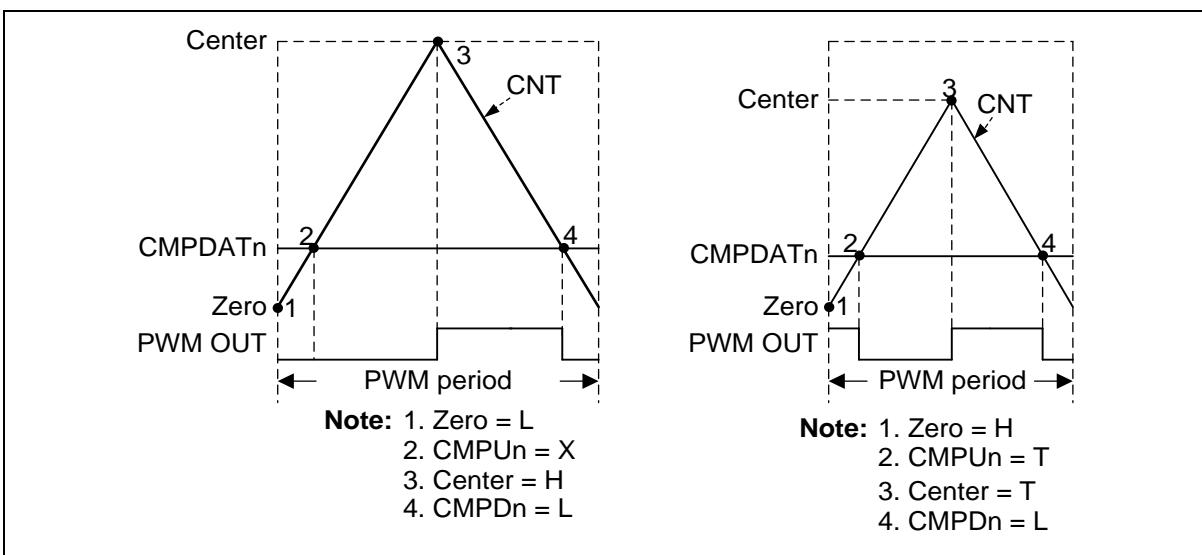

图 6.12-14 BPWM 脉冲发生 (左: 不对称脉冲, 右: 多样脉冲)
通过 BPWM\_WGCTL0 和 BPWM\_WGCTL1 寄存器可以设定每个位置点 BPWM 波形：无动作 (X)、拉低 (L)、拉高 (H) 或者触发 (T)。如图 6.12-14，通过这些位置点可以轻易的产生不对称的 BPWM 脉冲及多样的波形。图中，比较器 n 用于产生 BPWM 脉冲，n 指通道 0 ~ 5；CMPU 指向上计数时 CNT 计数到 CMPDAT，CMRD 指向下计数时 CNT 计数到 CMRDAT。